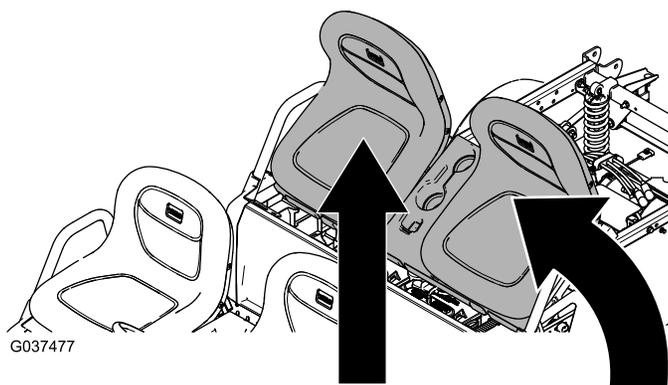

Figura 5
1. Se existirem bancos traseiros, remova-os (Figura 5).